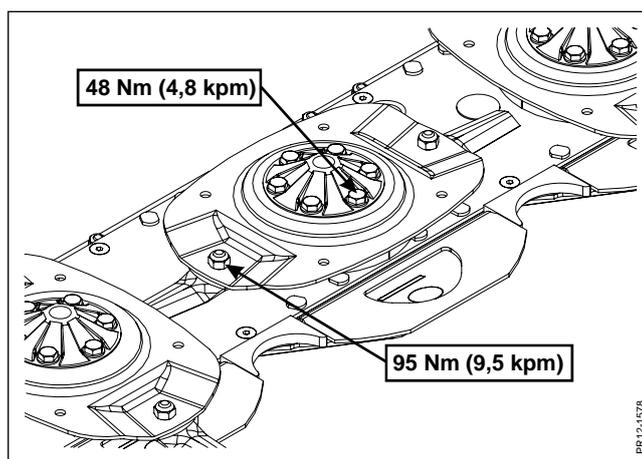

Abb. 5-32
**Abb. 5-32** Die Scheiben sind mit 6 Schrauben befestigt, die mit 48 Nm (4,8 kpm) angezogen werden müssen. Messerbolzen müssen mit 95 Nm (9,5 kpm) angezogen werden.